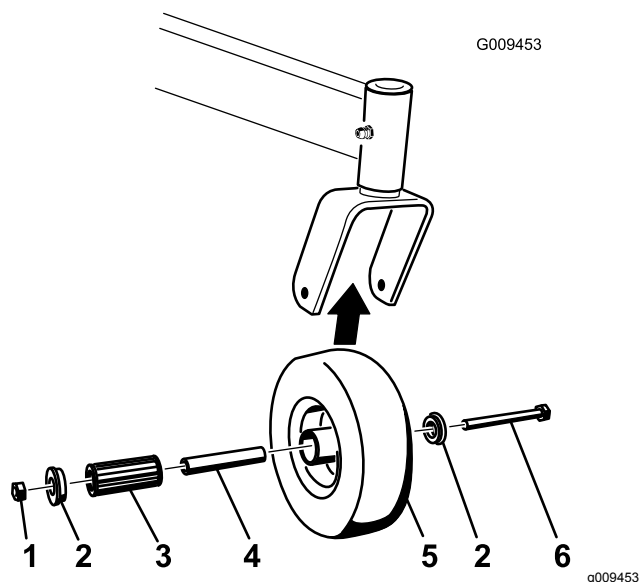

Figura 60
1. Togliete il dado di bloccaggio e il bullone della ruota che sostiene la ruota orientabile sulla forcella orientabile (Figura 60).
2. Togliete una boccola, quindi estraete la boccola chiave e il cuscinetto a rulli dal mozzo della ruota (Figura 60).
3. Togliete l'altra boccola dal mozzo della ruota e pulite via l'eventuale grasso o sporcizia presenti sul mozzo della ruota (Figura 60).
Nota: Sostituite eventuali parti danneggiate o usurate (Figura 60).
5. Posizionate una boccola nel mozzo della ruota (Figura 60).
6. Lubrificate il cuscinetto a rulli e il cuscinetto chiave e fateli scorrere nel mozzo della ruota (Figura 60).
7. Posizionate la seconda boccola nel mozzo della ruota (Figura 60).
8. Montate la ruota orientabile nella forcella orientabile e fissatela con il bullone della ruota e il dado di bloccaggio (Figura 60).
9. Serrate il dado di bloccaggio finché la boccola chiave tocca in fondo l'interno delle forcelle orientabili (Figura 60).